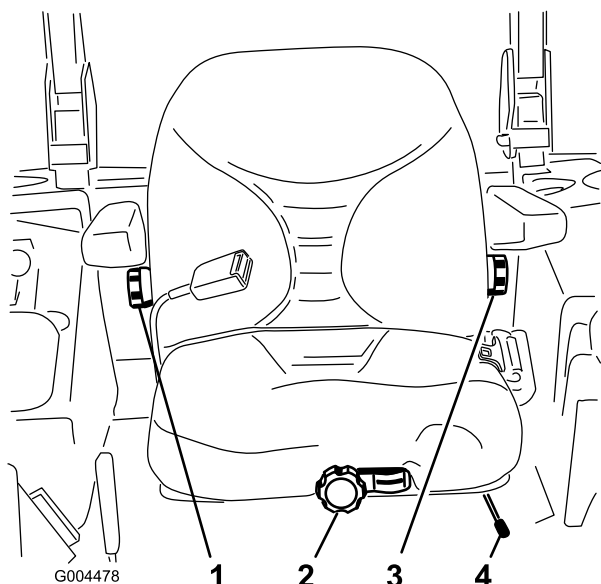

Figura 14
1. Mueva la palanca lateralmente para desbloquear el asiento (Figura 14).
Sin sentarse en el asiento, gire el pomo situado en la parte delantera en cualquier sentido hasta encontrar la posición más cómoda (Figura 14).
Para ajustarlo, gire el pomo situado debajo del reposabrazos derecho en cualquier sentido hasta encontrar la posición más cómoda (Figura 14).
Para ajustarlo, gire el pomo situado debajo del reposabrazos izquierdo en cualquier sentido hasta encontrar la posición más cómoda (Figura 14).